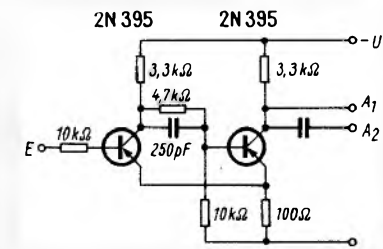

Bild 7. Schmitt-Trigger 1 und 2. A₁ = Ausgang zum Stufenschalter; A₂ = Ausgang zum Binär-untersetzer bzw. Differenznetzwerk
Der nachgeschaltete Schmitt-Trigger (Bild 7) formt die beliebig in der Form verlaufende, aber periodische Spannung, in eine perio-
Bild 7. Entstehende Farbdifferenzspannung U_V bei gleichzeitig falscher Amplituden- (A) und Phaseinstellung (τ) der Pal-Laufzeitleitung sowie Phasenabweichung (α) im Synchrongleichrichter. Die ausgezogene Kurve entspricht der korrekten Einstellung
In Bild 7 sind sowohl Amplituden- und Phasenfehler der Laufzeitleitung als auch ein Phasenfehler des Synchrongleichrichters zusammen dargestellt. Auch wenn wie in diesem Fall drei Fehler gleichzeitig auftreten, ist ein völlig eindeutiges Erkennen und damit Korrigieren sowohl meßtechnisch als auch optisch vom Bildschirm her möglich. In den Oszillogrammaufnahmen (Bild 8, 9, 10 und 11) sind die verschiedenen Fehler noch einmal dargestellt.